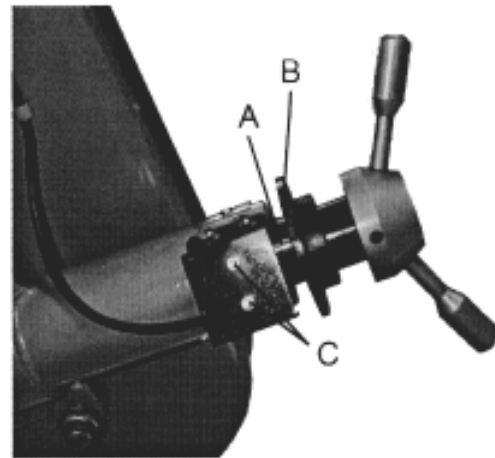

Fig. 5
2. Die 2 Schrauben (C - Fig. 5) lösen.
3. Den Bandbruchsicherungs-Schalter an die Platte (B) stellen, darauf achten, dass der Bolzen (A) am der Platte (B) liegt. Schrauben (C) festziehen.